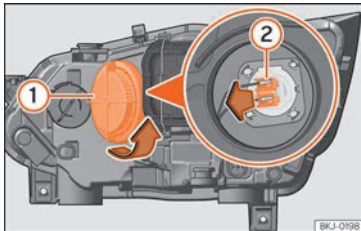

Fig. 101 En el vano motor: lámpara de luz de carretera.
- Gire la tapa **1** hacia la izquierda y sáquela »» **fig. 101**.